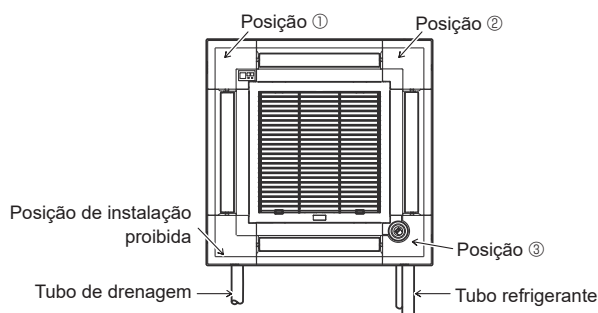

Fig. 9-11
Certifique-se de que os fios não ficam presos na tampa da caixa elétrica. Instale o painel de canto do recetor de sinal no painel e fixe-o com o parafuso. O painel de canto do recetor de sinal não pode ser instalado no lado do tubo de drenagem da unidade principal. (Consulte a Fig. 9-11)
- O painel de canto do i-see Sensor deve ser fixo na grelha ① com o parafuso ③.
- * Se a posição do i-see Sensor tiver sido alterada da posição predefinida (posição ③) para outra posição, altere as definições da função. (Consulte a página 12 e a Fig. 9-11)
- O painel de canto do i-see Sensor não pode ser instalado no lado do tubo de drenagem da unidade principal. (Consulte a Fig. 9-11)